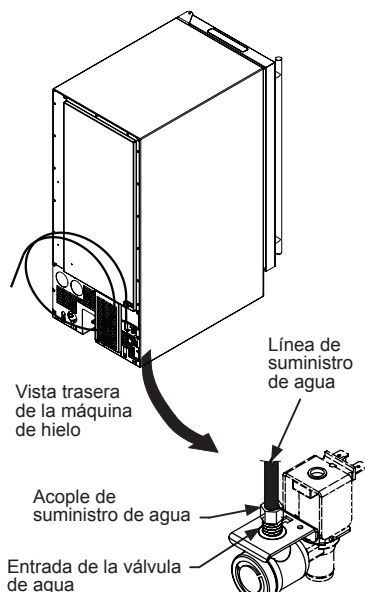

Figura 2
2. Desconecte el acople de suministro de agua en la entrada de la válvula de agua (Figura 2).